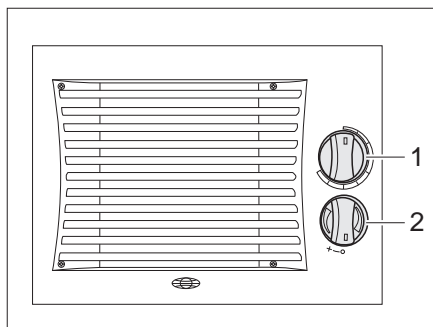

Fig. 196 Elementos de mando termo-cambiador adicional
- Girar el regulador giratorio (Fig. 196,1) del regulador volumétrico de paso a la posición deseada. El circuito de agua está abierto.
- Girar el conmutador del ventilador (Fig. 196,2) del ventilador de circulación de aire en sentido de las agujas del reloj.
- Girar el conmutador del ventilador (Fig. 196,2) a "O".
- Girar el regulador giratorio (Fig. 196,1) del regulador volumétrico de paso completamente hacia atrás.